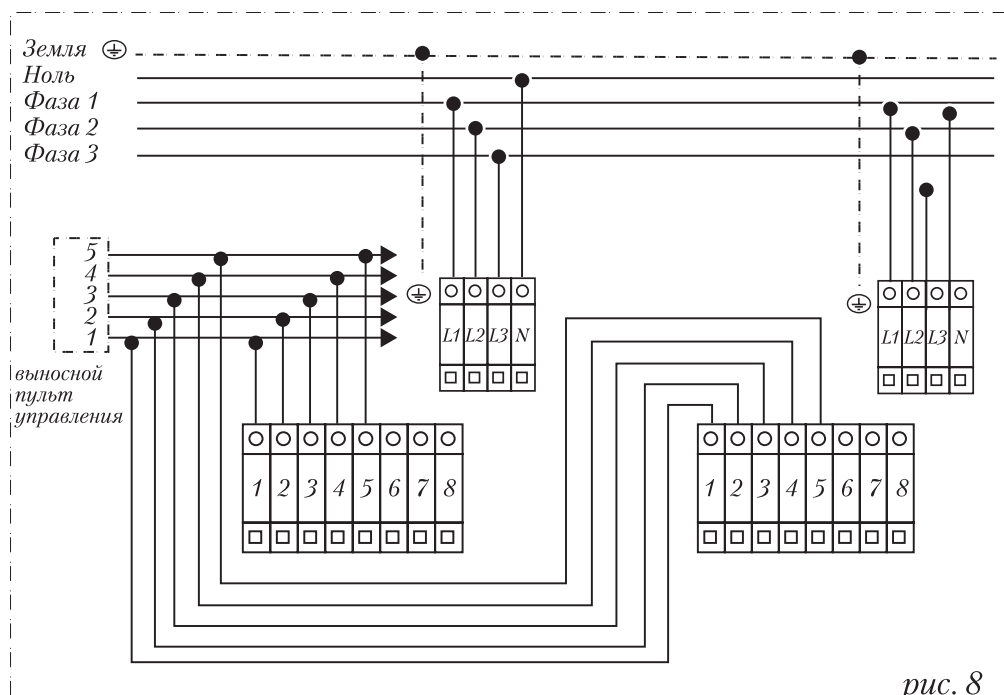

рис. 8
6. Электрическое подключение нескольких завес на один выносной пульт управления (максимум 10 шт. на один пульт) (см.рис.8)